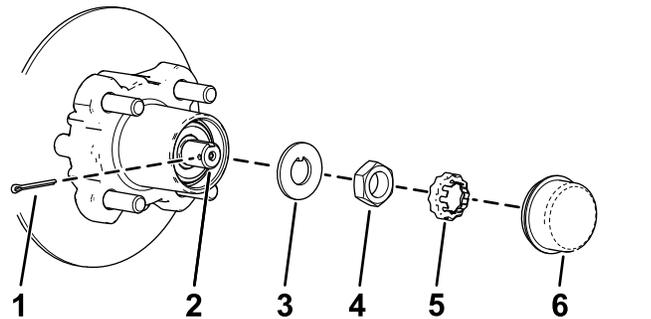
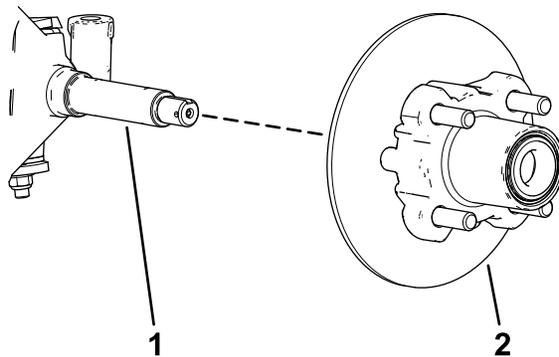

図 30
図 31
4. ハブからダストキャップを取る 図 30。
5. スピンドルとスピンドルナットから、コッターピンとナットリテーナを外す 図 30。
6. スピンドルからスピンドルナットを外し、スピンドルからハブローラアセンブリを取り出す 図 30と 図 31。